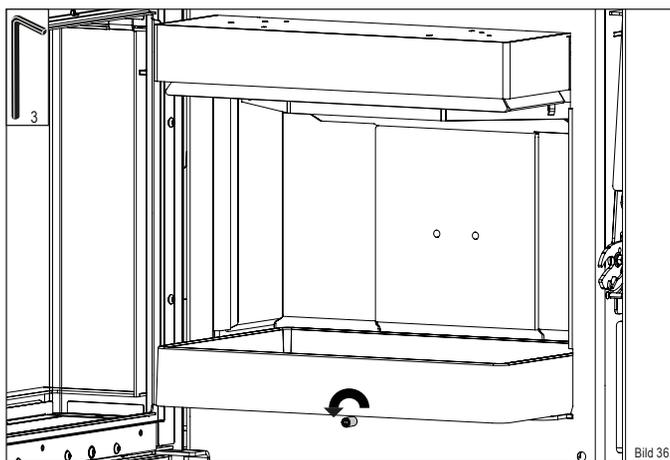

Bild 36
- ▶ Lösen Sie die den Gewindestift (Bild 36)